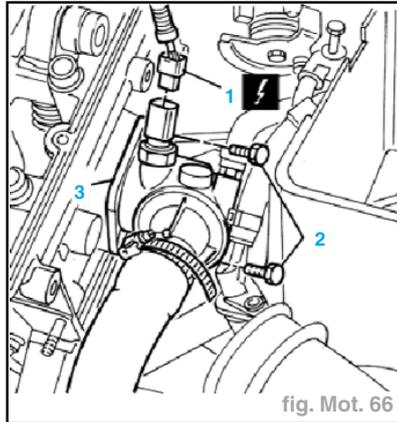

fig. Mot. 66
- Débrancher la connexion électrique de la sonde de température sur le thermostat (1) (fig. Mot. 66).
- Dévisser les vis de fixation (2).
- Retirer le thermostat de son logement sur la culasse (3).